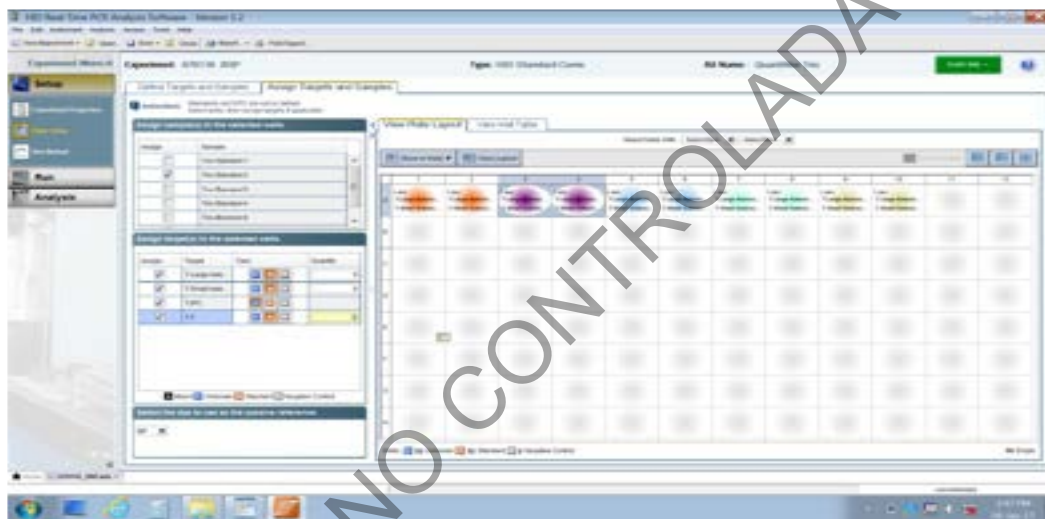

Figura 13. Esquema para asignar los valores de la curva y controles en los pocillos
**7.2.17** Seleccione los pocillos A3-A4 y seleccione del menú **Assign Targets and Samples** la opción Standard 2. Ver figura 13.
**7.2.21** Seleccione cada dupla de pocillos del A3 al A10 y en el menú **Assign target to the selected wells** corrija los valores de cantidad "**Quantity**" para cada dupla de estándar correspondiente para los parámetros **T. Large autosomal**, **T. small autosomal** y **T.Y.** Ver figura 13. A saber: